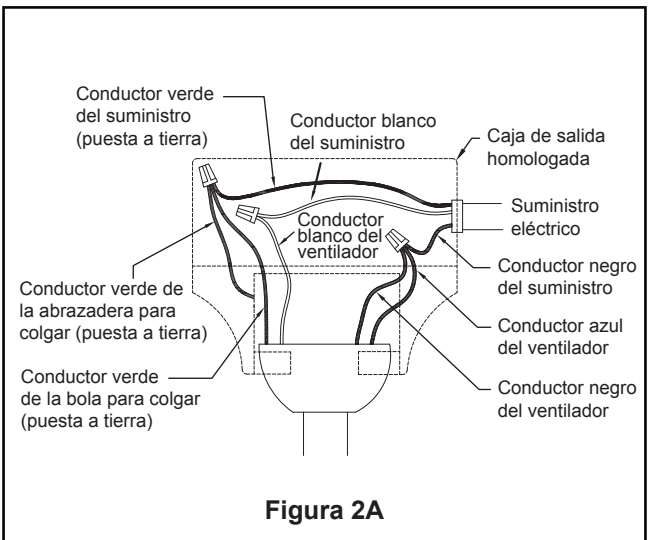

Figura 2A
1. Conecte el conductor verde del ensamble de la varilla y el conductor verde con puesta a tierra de la abrazadera para colgar al conductor de suministro con puesta a tierra (posiblemente un conductor desnudo o un cable con aislante verde). Conecte los conductores con conectores de cables de forma segura. Conecte el conductor blanco del motor del ventilador al conductor blanco (neutro) mediante el conector de forma segura. Conecte de forma segura el conductor negro del motor del ventilador y el conector azul conductor negro mediante el conector. (Figura 2A)